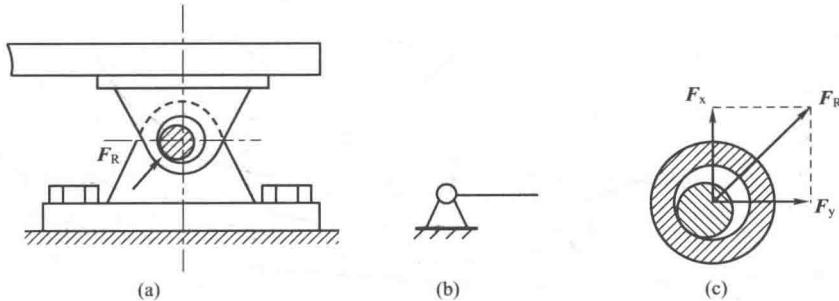

图 1-9
② 固定铰链支座约束 若构成光滑圆柱铰链约束中的一个构件是固定的，即构成固定铰链支座约束，如图 1-9(a) 所示，其简图如图 1-9(b) 所示。其约束力的特点与中间铰链相同，作用线通过铰链中心，方向不定，用相互垂直的两个分力  $F_x$ 、 $F_y$  表示，如图 1-9(c) 所示。